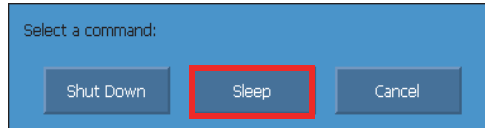

Abbildung 3-3 Stand-by-Modus auswählen
2. Wählen Sie **Herunterfahren** (siehe Abbildung 3-3 auf Seite 43).
- Es erscheint die Meldung „Befehl auswählen“ (siehe Abbildung 3-3 auf Seite 43).